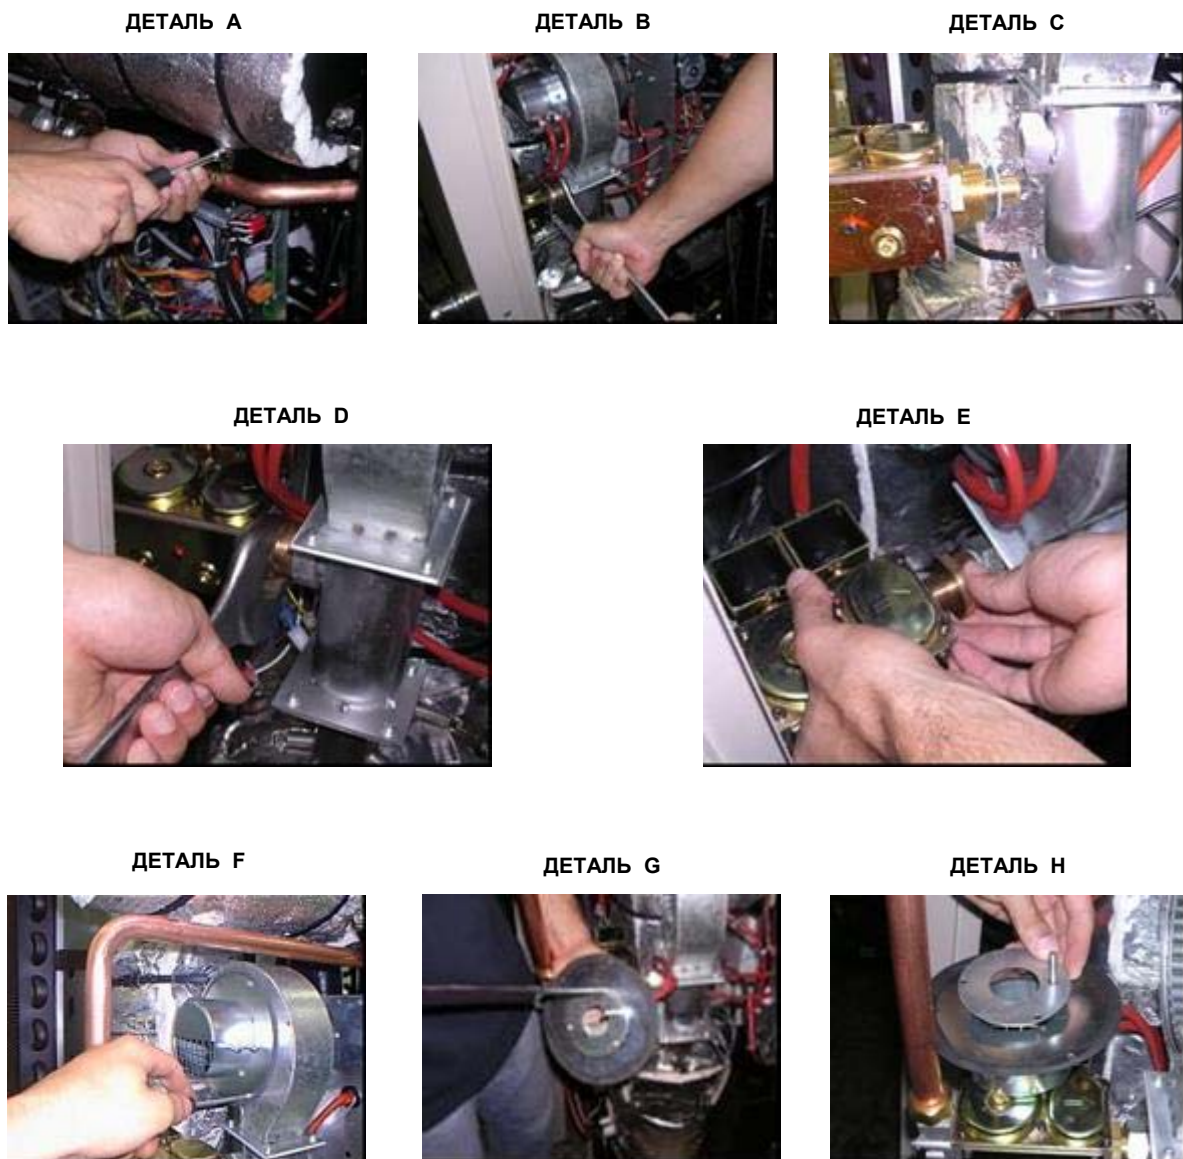

Рисунок 60 - Детали процедуры смены газа в холодном модуле
- Смена газа в ХОЛОДНОМ МОДУЛЕ (смотри Рисунок 60, СТРАНИЦА 121)